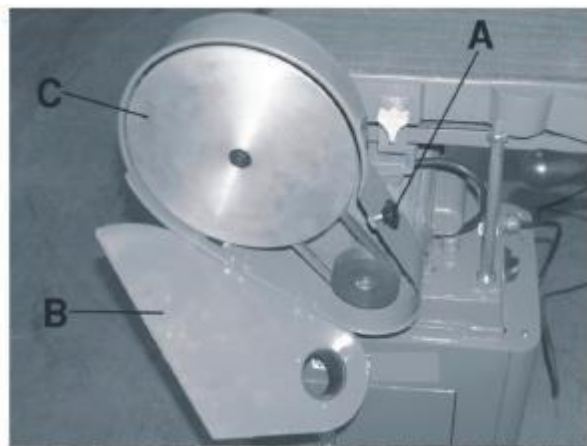

Рис. 7
1. Отвернуть и снять рукоятку фиксации крышки шлифовального диска (А), рис. 7, и открыть крышку (В) шлифовального диска;